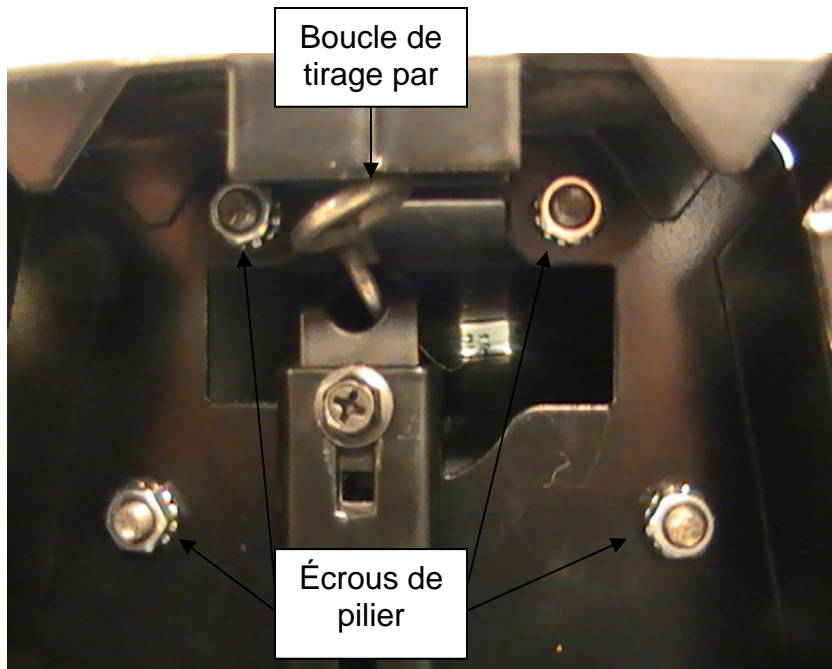

Figure 4
14. Repérez la tige d'acier à la base du pilier (voir les figures 4, 5 et 6 aux pages 8 et 9).
17. Inclinez la plateforme de la balance à un angle, reposez le sommet du pilier sur tout support pratique. En utilisant la clé fournie, fixez le pilier à la plateforme de la balance avec les quatre écrous (voir les figures 4 et 5 aux pages 8 et 9).
18. Tirez la tige d'acier vers la base de la plateforme de la balance en saisissant la boucle de tirage par doigt sur l'extrémité de la tige d'acier (voir les figures 4, 5 et 6 aux pages 8 et 9).
19. Poussez l'extension de levier vers le pilier avec votre main (voir les figures 4, 5 et 6 aux pages 8 et 9).